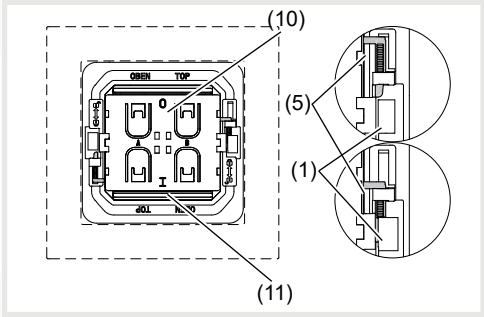

Figura 4: Berker Pulsante sbloccato e bloccato
- Montare la cornice (2) sulla piastra di supporto (6).
- Posizionare il Berker Pulsante (3) sulla piastra di supporto tramite i perni di bloccaggio. Prestare attenzione ai contrassegni al centro del modulo - lo **0** deve stare in alto (10) e **I** deve stare in basso (11).
- Far scorrere le barre di bloccaggio gialle (5) a destra e a sinistra del Berker Pulsante verso l'alto/il basso fino alla battuta sotto ai perni di bloccaggio (1) (figura 4).
- Posizionare correttamente il bilanciore (4) sul Berker Pulsante e premere fino ad avvertirne lo scatto.